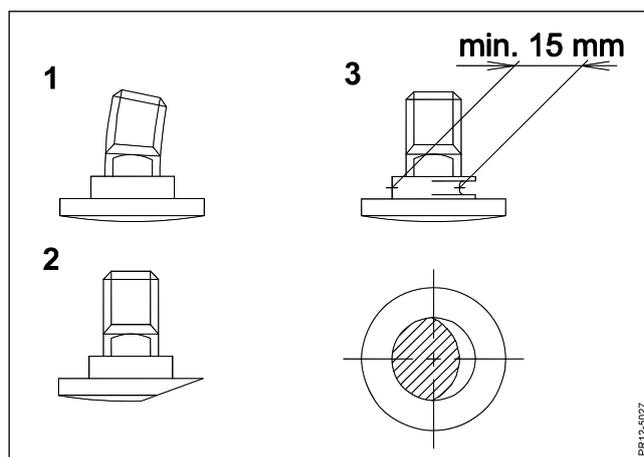

Fig. 5-9
- Fig. 5-9** Messerbolzen auswechseln, wenn: